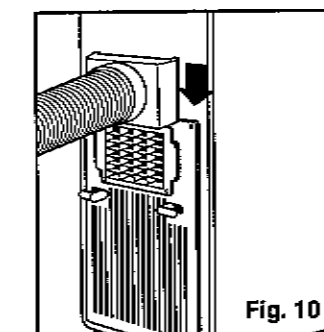

Fig. 10
- 1) Installez le **boyau flexible d'échappement** Fig. 10 et le **jeu coulissant pour fenêtre** tel que l'indique les Fig. 2 et 2a (pg. 23).